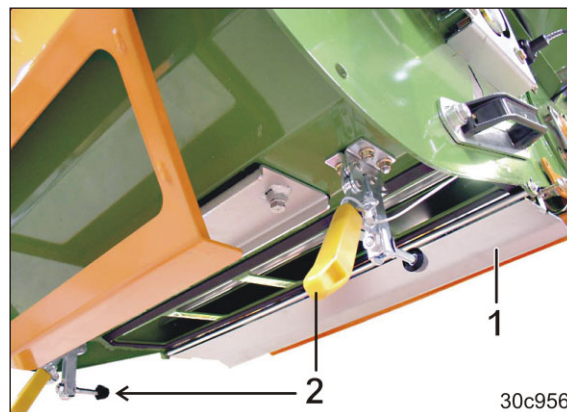

Fig. 284
2. Åbn bundklapperne (Fig. 284/1).
Bundklapperne er fastgjort med lynspænder (Fig. 284/2).